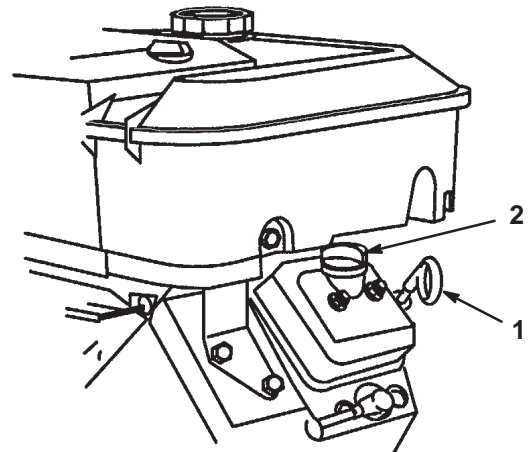

Bild 11
2. Entfernen Sie den Peilstab und wischen ihn mit einem sauberen Lappen ab (Bild 11). Stecken Sie den Peilstab in das Rohr und stellen sicher, dass er vollständig eingeführt ist. Entfernen Sie den Peilstab und kontrollieren den Ölstand.
3. Entfernen Sie bei niedrigem Ölstand den Fülldeckel von der Ventilabdeckung (Bild 11) und gießen so viel Öl ein, dass der Ölstand die Voll-Marke am Peilstab erreicht; siehe Motoröl, Seite 29 für die korrekte Ölsorte und -viskosität. Gießen Sie Öl langsam ein und kontrollieren den Ölstand häufiger während des Füllens. **Nicht Überfüllen.**